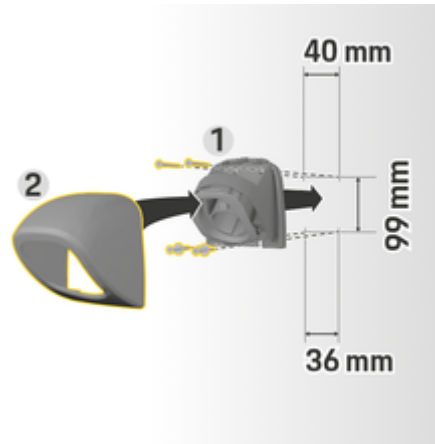

图 5: 钻孔尺寸
1. 将接头固定器 1 (图 5) 从盖子 2 (图 5) 上拆下。
4. 将接头固定器 1 (图 5) 拧到墙壁上。
5. 将盖子 2 (图 5) 从下方安装到接头固定器 1 (图 5) 上，并且向上推。